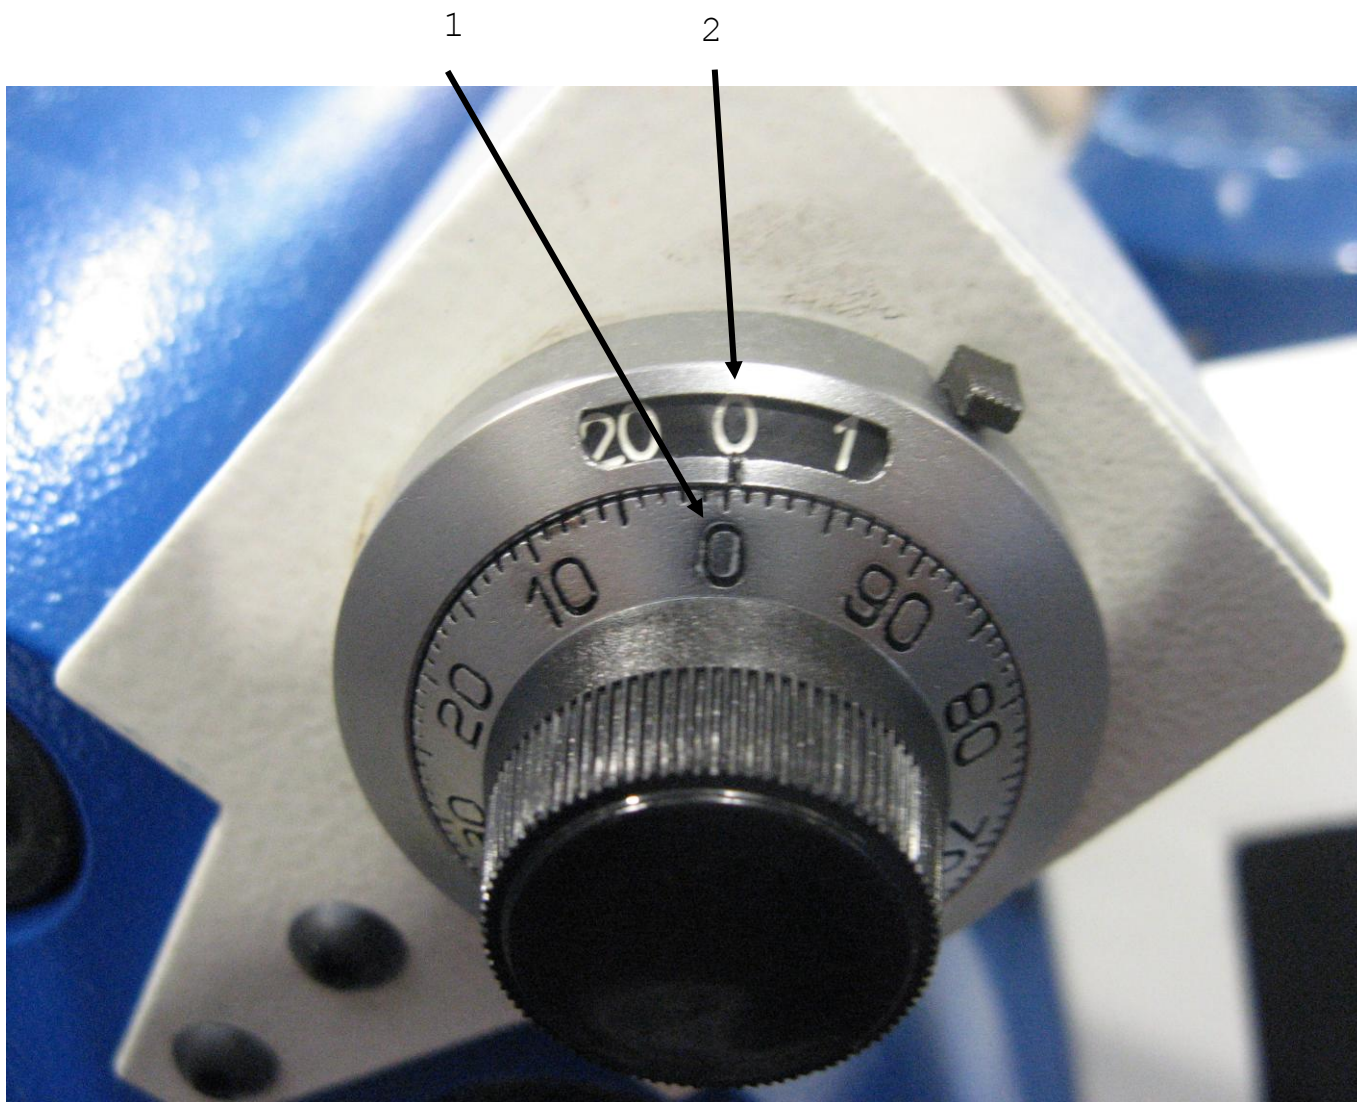

РИСУНОК 4
3. **Установите в отверстие фронтального фланца специальный инструмент быстрой замены с восемью пазами (Рис.11 п.1), обеспечивающими центрирование. Паза должны быть центрированы на гайках, расположенных с лицевой стороны держателей кулачков, убедитесь в прохождении в фиксатор, выровняв внешние кулачки на специальном инструменте с отверстиями, расположенными на фронтальном фланце (Рис.4 п.1).** Кулачки автоматически зацепятся на соответствующих штифтах с помощью магнитов.
3. **При широко открытой машине отцентрируйте внешние штифты специального инструмента с отверстиями на фронтальном фланце (Рис.4 п.1), убедившись, что магниты (Рис.7 п.1), расположенные на центрирующей пластине (Рис.7 п.1) соприкасаются с фронтальным фланцем; (Рис.4 п.1), после кулачок готов к вставке (Рис.8).**